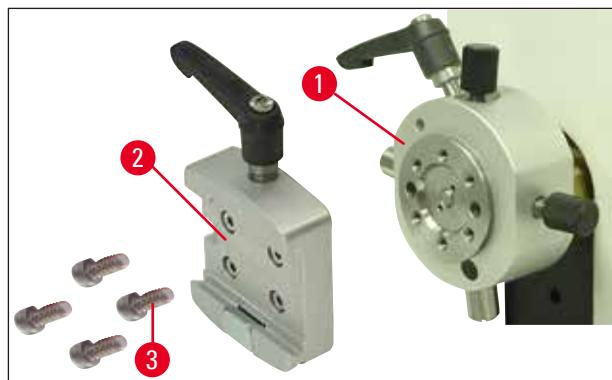

図9
2. 試料クランプホルダーからダブルテール式ソケット(→図9-2)を外します(→図9)。そのためには4本のネジ(→図9-3)をサイズ3のハンドル付き六角レンチ(→図10-1)で緩め、外します。